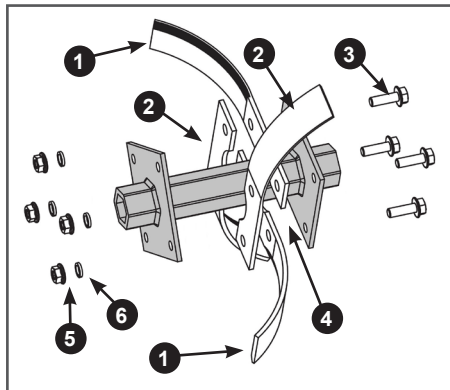

Рис. 14. Установка ножей на внутренний фланец основной секции оси фрезы
3. Установите ножи на внутренний (со стороны редуктора) фланец основной секции оси (Рис. 14). Со стороны редуктора вставьте в отверстия во внутреннем фланце 4 оси болты 3, далее в соответствии с рисунком 14 на внутренний фланец с внешней его стороны установите правые ножи 1 (имеющие изгиб в сторону от редуктора), затем, как показано на Рис. 14 установите левые ножи 2 (имеющие изгиб к редуктору). После этого установите пружинные шайбы 6 и закрутите гайки 5 (Рис. 14). Затяните все резьбовые соединения